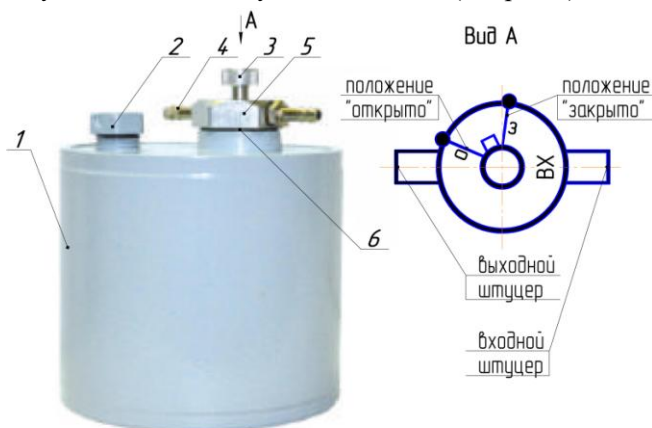

Рис.1: 1-корпус; 2-заливная горловина; 3-ручка регулятора;
Бачок состоит из следующих основных узлов и деталей (см. рис.1):
Воздушный поток от компрессора, подключенного к штуцеру "ВХ", поступает в бачок и смешиваясь с парами бензина образует горючую смесь. Затем воздушно-бензиновая смесь поступает в регулятор качества смеси, в котором создается необходимое соотношение паров бензина и воздуха, и далее через выходной штуцер(4) в горелку. Ручкой (3) качество смеси регулируется в пределах сектора "О"- "З"(Рис.1).